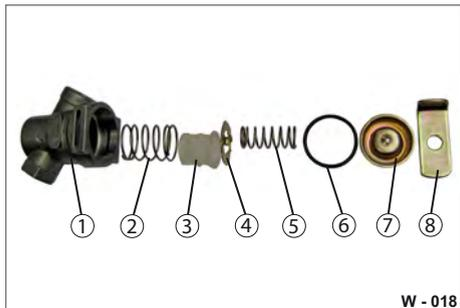

Abb. 20 LeitungsfILTER zerlegt
- Drücken Sie mit einem Schraubendreher den Deckel (Abb. 20/8) nach unten und ziehen Sie den Winkel (Abb. 20/9) heraus.
- Entnehmen Sie die beiden Federn (Abb. 20/3 & Abb. 20/6), die Dichtung (Abb. 20/7), das Zwischenblech (Abb. 20/5) und den Filter (Abb. 20/4) heraus.
- Reinigen Sie das Filtergehäuse (Abb. 20/2) mit einem sauberen, trockenen Lappen.
- Reinigen Sie den Filter (Abb. 20/4). Erneuern Sie den Filter bei starker Verschmutzung bzw. Beschädigung.
- Prüfen Sie die Dichtung (Abb. 20/7) auf Beschädigungen, Vorhandensein. Ersetzen Sie beschädigte Dichtungen.
- ▶ Stellen Sie die kleine Feder (Abb. 20/6) auf die Laschen des Zwischenblechs.
- ▶ Setzen Sie den Deckel (Abb. 20/8) darauf.